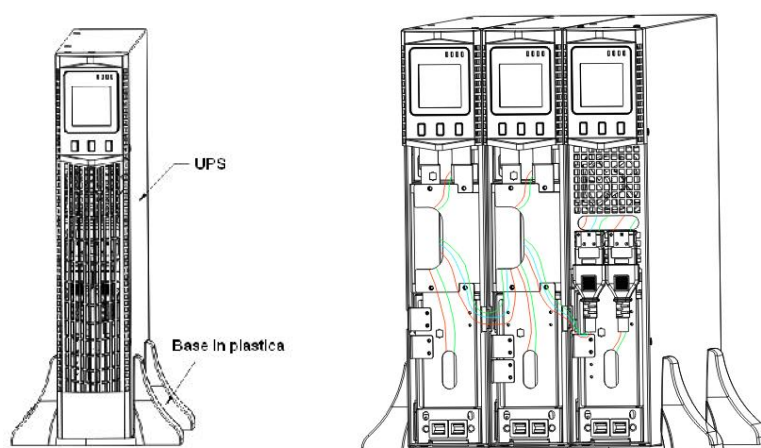

Figura 15 Installazione UPS e cabinet batterie
Per l'installazione da singolo UPS a UPS con cabinet espansione batterie procedere come segue: (Figura 15)
- Installare la base in plastica, quindi inserire l'UPS e i cabinet batterie uno alla volta. (Figura 15)